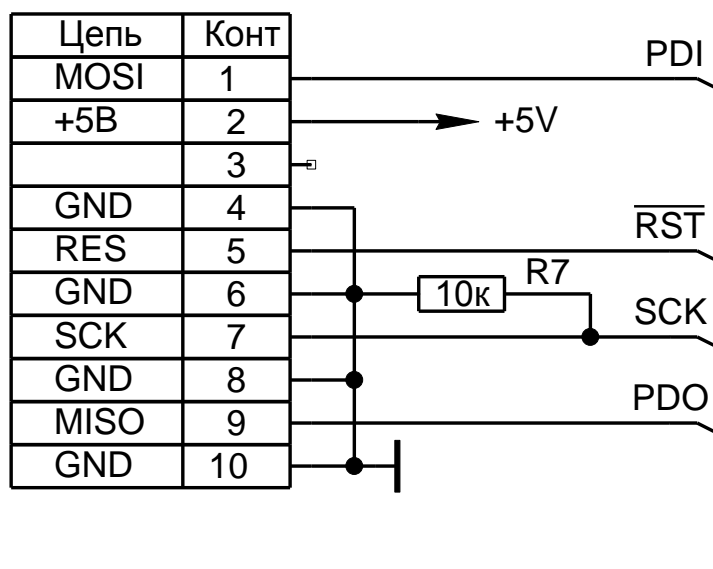

Рис.3.20 – Контакты разъёма «PRG» БОИ для подключения программатора типа AS-4
- подключить программатор типа AS-4 к разъему «PRG» блока обработки и индикации (БОИ). Распайка разъёма «PRG» приведена на рис.3.20.